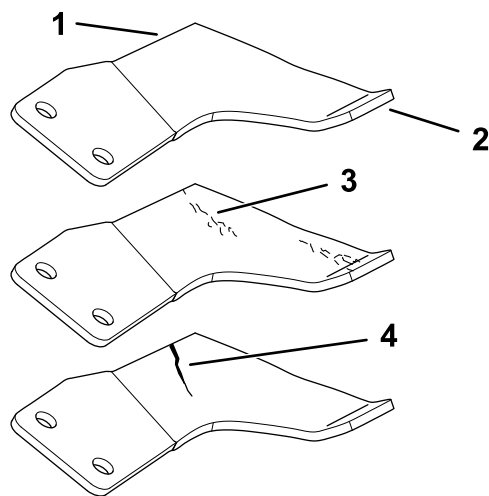

Figura 103
1. Controllate i taglienti (Figura 103).
4. Se notate incrinature, usura o scanalature in questa zona, montate immediatamente una nuova lama (Figura 103).